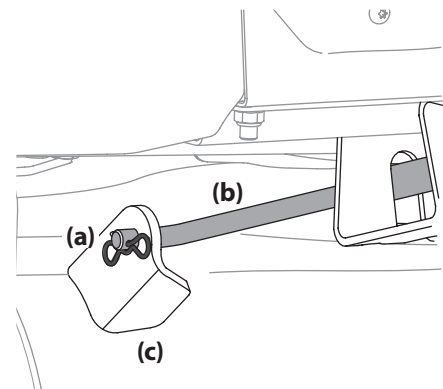

Figure 4-12
- Pull the cotter pin (a) out of the front deck lift rod (b) securing it to the deck. See Figure 4-12. Slide the deck lift rod out of the front hanger bracket (c).
6. Reinstall the front deck lift rod and secure in place with the cotter pin. Refer to Figure 4-12.
1. Sortez la goupille fendue (a) de la tige de relevage (b) avant du plateau de coupe qui maintient celle-ci sur le plateau de coupe. Voir la Figure 4-12. Dégagez la tige de relevage du plateau de coupe du crochet de support avant (c).